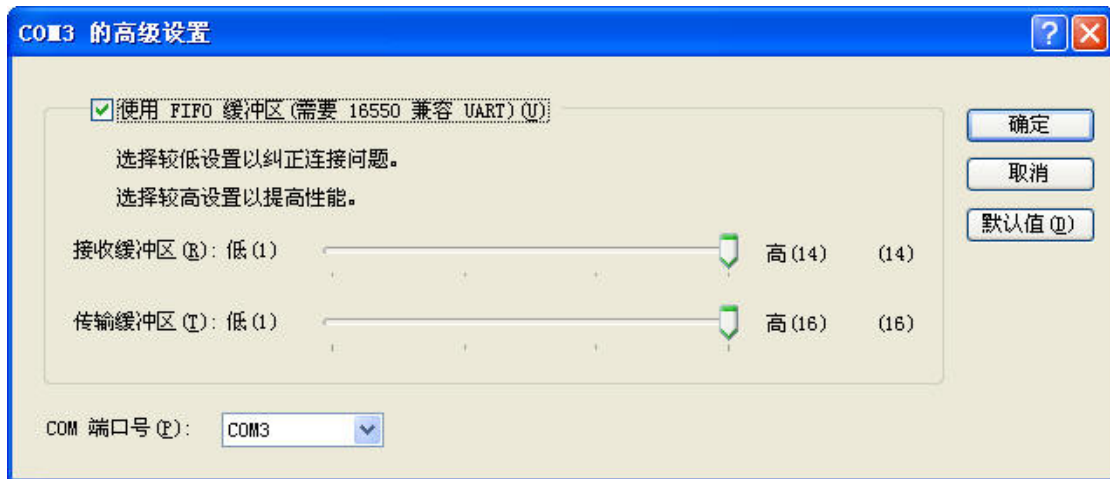

图 3.4 ZLG500 Demo 修改 COM 口
3. 选择“端口设置”->“高级”，则弹出如图 3.4所示的界面，在该界面中可以修改COM端口号。